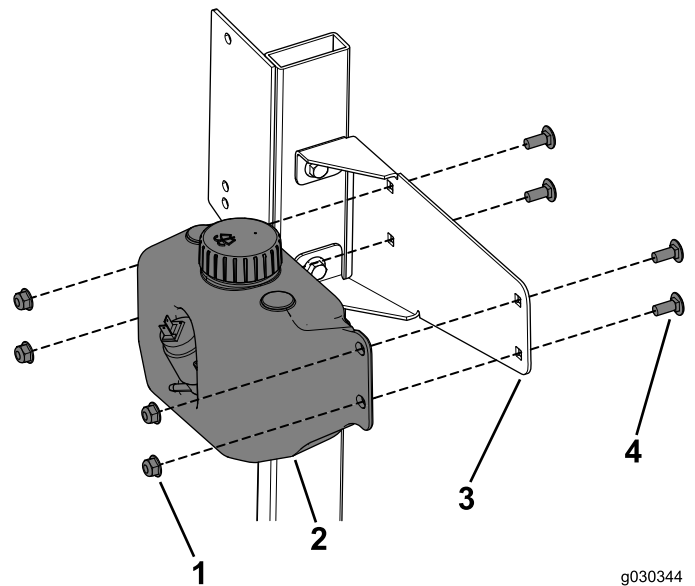

Figura 31
3. Fije el depósito del lavaparabrisas al soporte del depósito con 4 pernos de cuello cuadrado (5/16" x ¾") y 4 tuercas con arandela prensada (Figura 31).